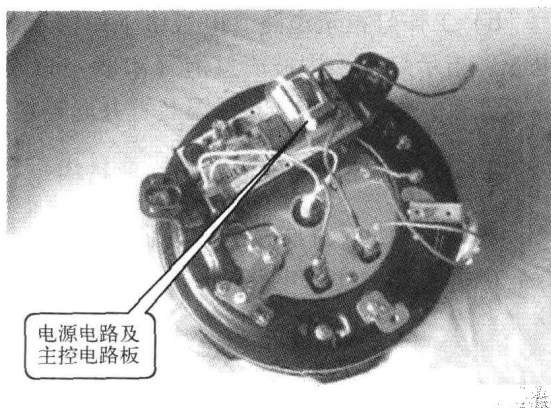

图 1-14 电源电路及主控电路板
3) 电源电路及主控电路板 电源电路及主控电路板的作用是为电饭煲电热盘提供交流 220V 的电压，并将 220V 交流电压经变压器降压、整流、滤波及稳压后提供 +13V 和 +5V 的直流电压，为驱动控制电路和微电脑供电。电源电路及主控电路板如图 1-14 所示。